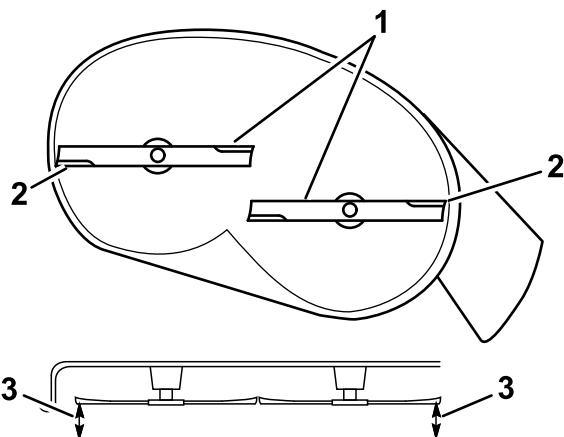

Figura 63
5. Misurate la distanza tra i taglienti esterni e la superficie piatta (Figura 63).
4. Dopo la regolazione, ricontrollate l'inclinazione longitudinale e continuate la regolazione del dado finché la punta della lama anteriore non è più bassa di 1,6–7,9 mm rispetto a quella posteriore (Figura 63).